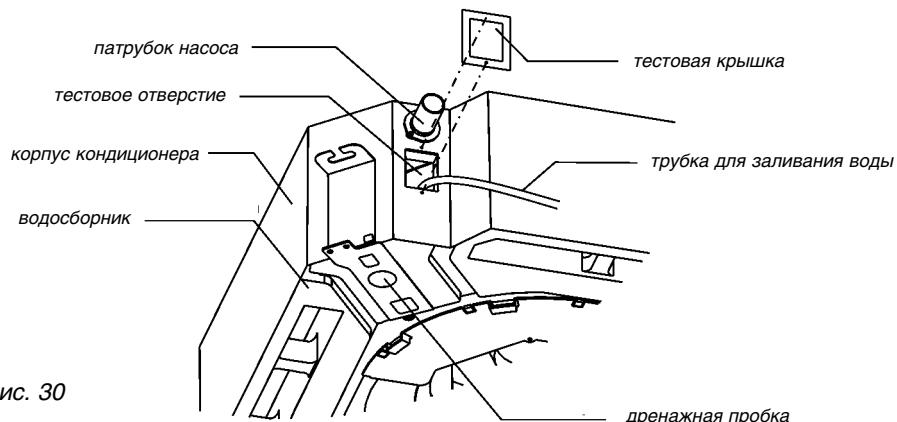

Рис. 30
- 1) Снимите тестовую крышку и залейте в водосборник 2000 мл воды через трубку (рис. 30).